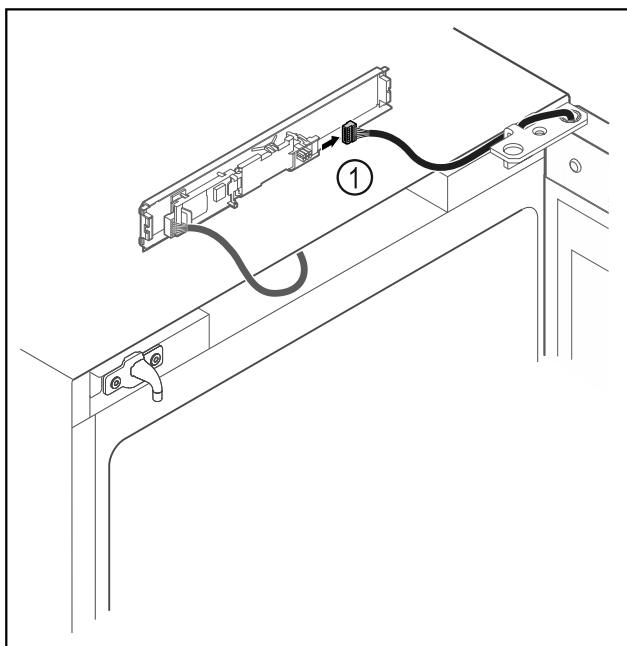

Fig. 12
- ▶ Vytáhněte zástrčku Fig. 12 (1) z desky.